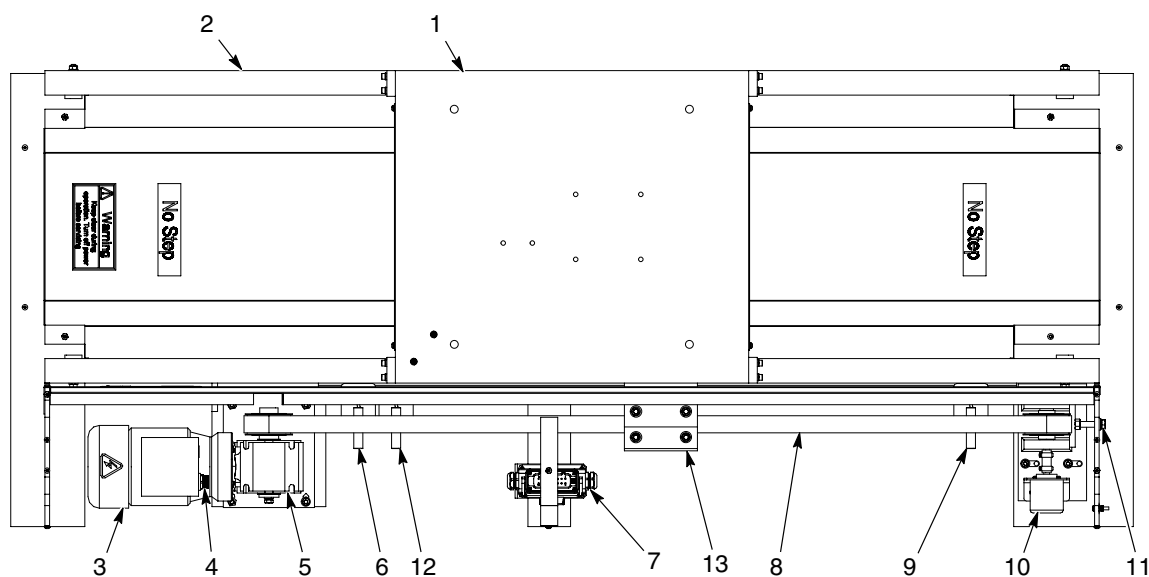

Figura 2 Componentele poziționerului
A se vedea Figura 2. Un oscilator vertical, mașină cu piston sau un stativ fix al pistolului este fixat direct pe cărucior (1). Căruciorul este fixat la curea (8). Motorul (3) și angrenajul reductor (5) acționează cureaua, care deplasează pistoalele de pulverizare în interiorul și în afara cabinei. Cureaua este înfășurată în jurul roților de transmisie la fiecare capăt al poziționerului.
Montați senzorul în partea dreaptă a senzorului pentru mersul înapoi (figura 2, elementul 12) și conduceți cablul prin canalul de montare a senzorului către conectorul senzorului/dispozitivului de codificare (figura 2, elementul 7). Spațiul dintre senzor și ținta senzorului (figura 2, elementul 13) trebuie să fie de aproximativ 3 mm.